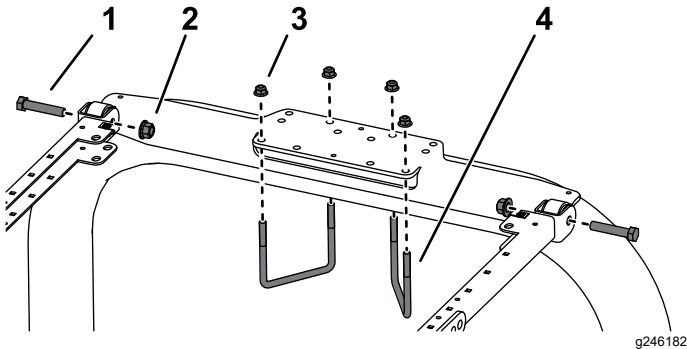

Figura 3
1. Coloque el soporte de montaje del ROPS encima de la barra antivuelco de la unidad de tracción (Figura 3).
2. Instale el conjunto del chasis en el soporte de montaje del ROPS (Figura 3).
3. Usando los taladros de montaje indicados en la Figura 3, monte el soporte de montaje del ROPS en la parte superior de la barra antivuelco